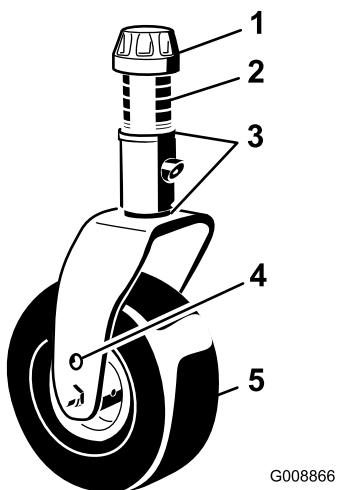
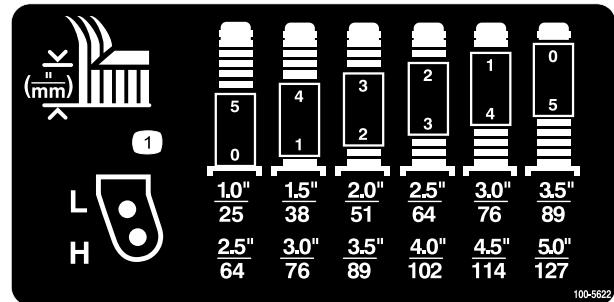

Figura 7
Figura 8
2. Posizionate gli assali delle ruote orientabili negli stessi fori su entrambe le forcelle. Fate riferimento a Figura 7 e Figura 8 per determinare i fori adeguati all'impostazione voluta.
3. Togliete il cappuccio di tensione dall'asse del perno (Figura 7) ed estraete il perno dal braccio della ruota orientabile. Montate i due spessori (3 mm) sull'asse del perno come erano montati in origine. Questi spessori servono per ottenere un livellamento sull'intera larghezza degli apparati di taglio. Mettete il numero opportuno di distanziali da 13 mm sull'asse del perno, fino ad ottenere l'altezza di taglio richiesta, quindi montate la rondella sul perno.
Fate riferimento a Figura 7 e Figura 8 per determinare le combinazioni di distanziali necessari per l'impostazione voluta.